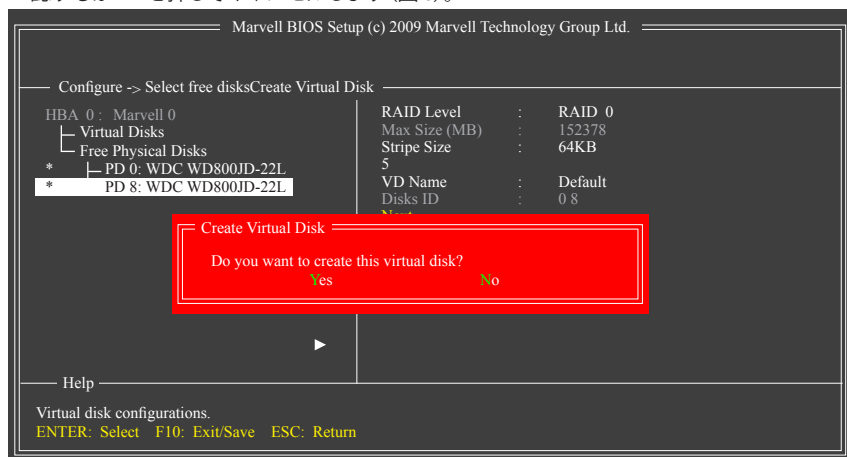

図 5
6. **Next (次へ):** 上の設定を完了した後、[次へ]に移動して<Enter>を押しアレイの作成を開始します。ボリュームの作成を確認するように求めるメッセージが表示されたら、<Y>を押して確認するか<N>を押してキャンセルします(図5)。